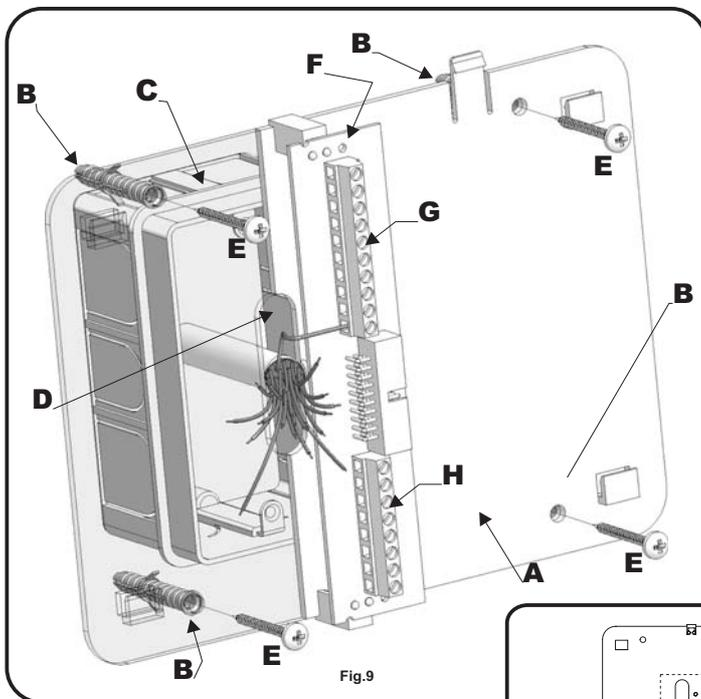
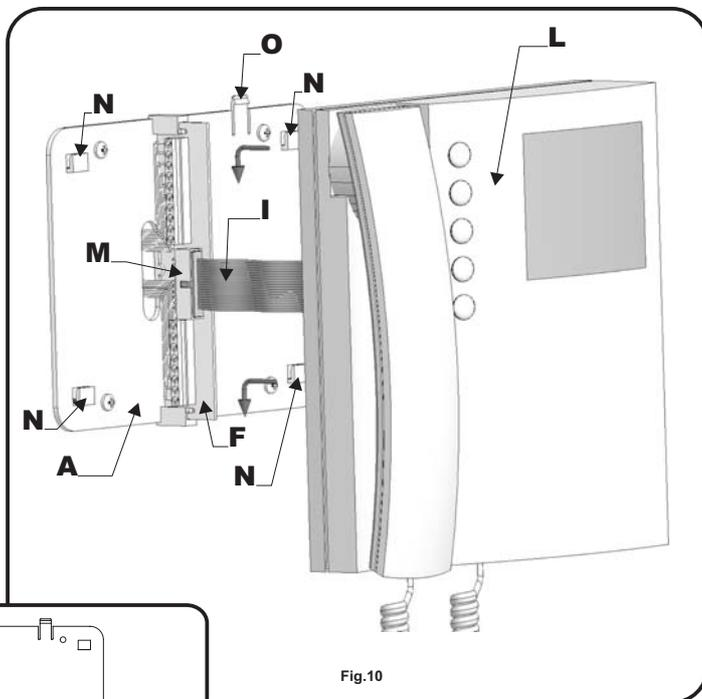
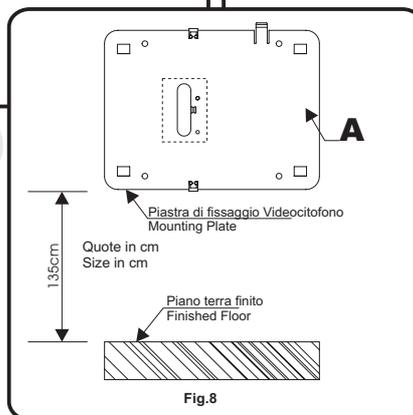

Fig.9
Fig.10
Fig.8
- Appoggiare al muro la piastra di fissaggio **A** come indicato in **fig.8** (135cm da terra); prendere i riferimenti dei quattro fori per l'inserimento dei 4 tasselli ad espansione **B** (**fig.9**) e, nel caso si impieghi, prendere il riferimento per la scatola da incasso **C** (**fig.9**), che dovrà essere murata in posizione centrale rispetto all'apertura **D**, al fine di agevolare il passaggio dei fili come mostrato in **fig.9**.
- Murare (se impiegata) la scatola da incasso⁽¹⁾ **C**, eseguire i 4 fori ed inserire i tasselli ad espansione **B**. Passare i cavi nell'apertura **D** e fissare la piastra **A** con le 4 viti **E** (**fig.9**), utilizzando un cacciavite a croce.
- Appoggiare la scheda di connessione **F** sulla piastra **A** come mostrato in **fig.9**; inserire⁽²⁾ i fili (che devono essere più corti possibile) nelle morsettiere **G** ed **H** e serrare con un cacciavite a taglio.
- Fissati i fili, sfilare la scheda di connessione **F** (**fig.9**), ruotarla di 90° in senso antiorario ed infilarla nella propria sede come mostrato in **fig.10**.
- Place the mounting plate **A** against the wall as shown in **fig.8** (135cm from floor level); and mark the fixing holes for the four wall plugs **B** (**fig.9**) and for the back box **C** if used (**fig.9**) which must be flushed into the wall in line with the opening **D** as shown in **fig.9**.
- Once the back box⁽¹⁾ **C** is flushed into the wall (if used), drill the four fixing holes and insert the wall plugs **B**. Thread the cables through the opening **D** and fix the mounting plate **A** to the wall with the 4 screws **E** (**fig.9**), using a Phillips screwdriver.
- Fit the PCB **F** against the mounting plate **A** as shown in **fig.9**; insert the wires⁽²⁾ (As short as possible) into terminals **G-H**. Secure them using a terminal screwdriver.
- Unclip the PCB **F** (**fig.9**), rotate it 90° anticlockwise and fit it into its housing as shown in **fig.10**.
- Avvicinare, come da **fig.10**, il videocitofono **L** alla piastra **A** per agevolare la connessione del flat **I**.
- Come mostrato in **fig.10** inserire il connettore del flat **I**, che fuoriesce dalla parte posteriore del videocitofono, nel connettore **M** della scheda di connessione **F**.
- Facendo corrispondere le 4 fessure presenti sulla base del videocitofono **L** con i 4 incastri **N** della piastra **A**, appoggiare il video sulla piastra e spingerlo verso il basso fino allo scatto, compiendo un movimento come mostrato dalle frecce in **fig.10**.
- As shown in **fig.10**, move the videophone **L** close to the mounting plate **A** so that the ribbon cable will reach the connector **I**.
- As shown in **fig.10**, connect the female plug on the ribbon cable **I** coming from the videophone to the male plug connector **M** on the PCB **F**.
- Place the videophone **L** against the 4 hooks **N** on the mounting plate **A** and push down: the videophone will automatically lock into place using clasp **O** as shown in **fig.10**.